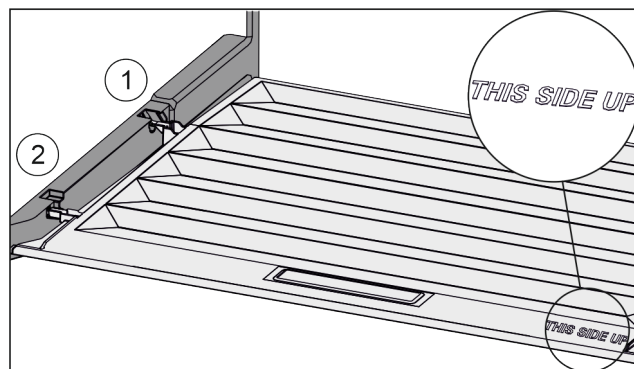

Fig. 63
- ▶ Deckelstege über Öffnung der hinteren Halterung Fig. 63 (1) einführen und vorne in Halterung Fig. 63 (2) einrasten.